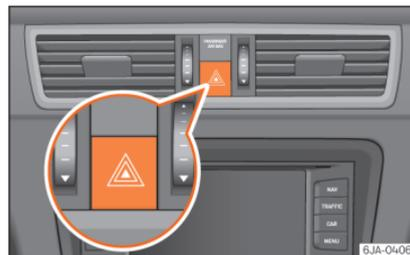

Abb. 133 Kombiinstrument: Schalter für Warnblinkanlage
- Drücken Sie den Schalter ▲ »» **Abb. 133**, um die Warnblinkanlage ein- bzw. auszuschalten.